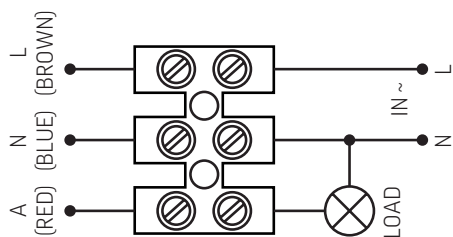
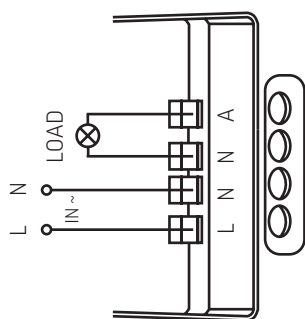

Рисунок 1
Рисунок 2
- ▶ Подключите датчик согласно схеме соединения провода питания и нагрузки (рис. 1 или рис. 2);